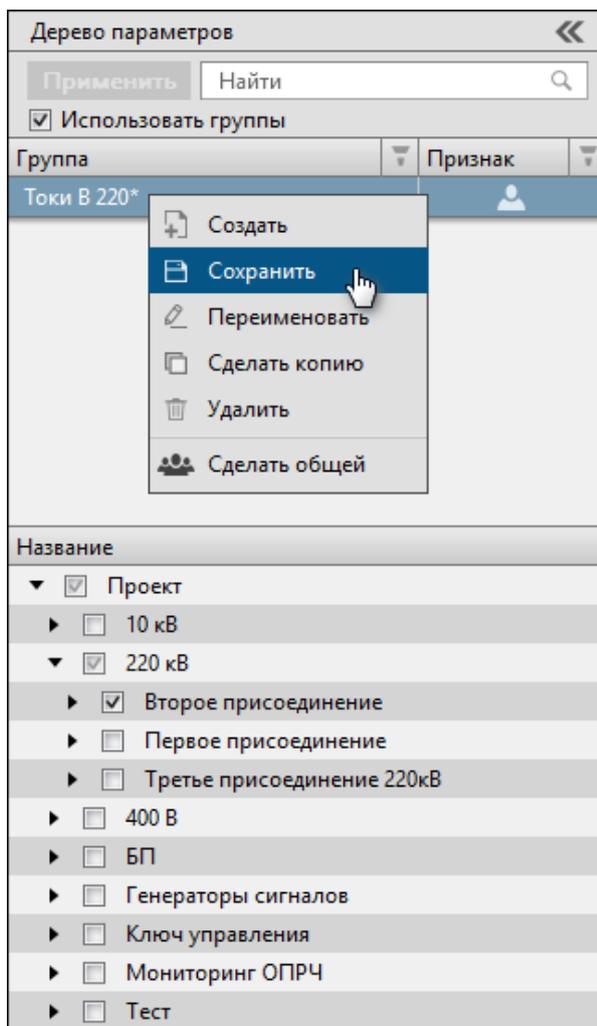

Рисунок 33 - Сохранить
5. Нажмите **ПКМ** по группе сигналов и выберите команду **Сохранить** (Рисунок 33).